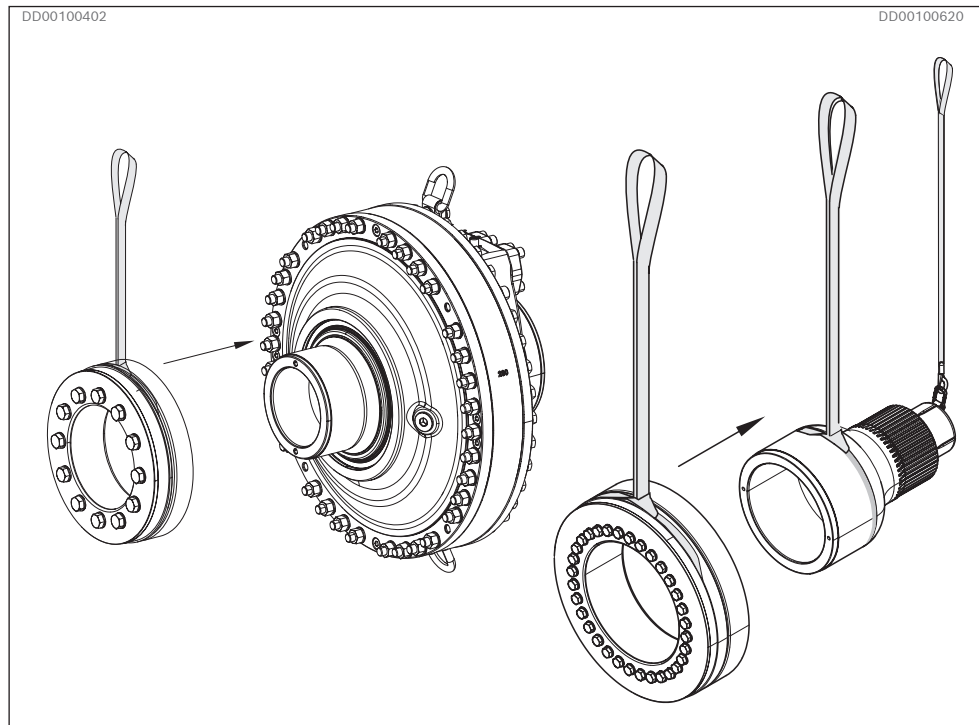
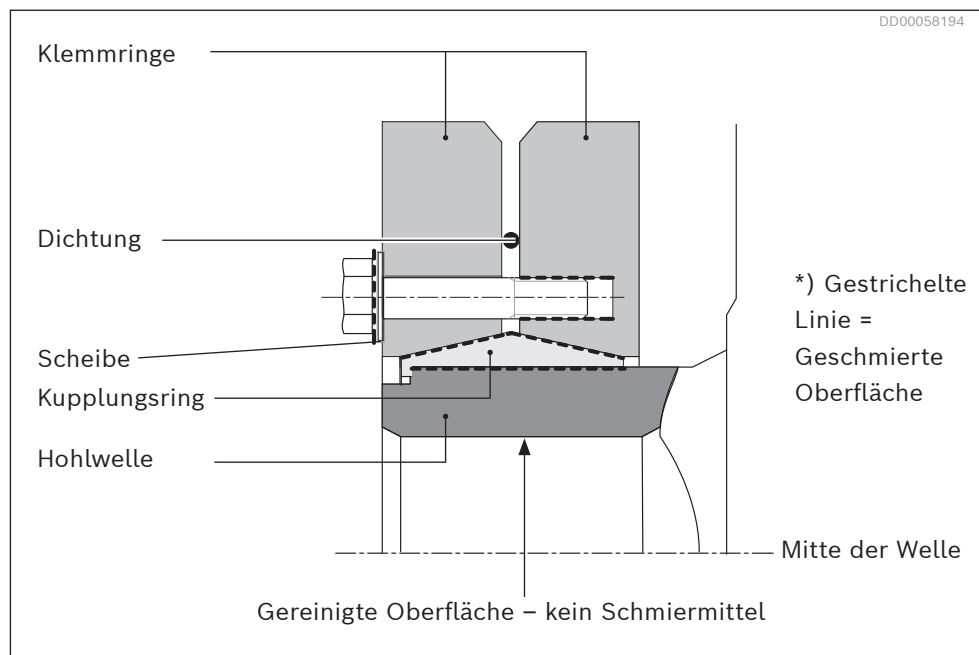

Bild 33: Montage der Schrumpfscheibe an der Adapterwelle oder am Kupplungsmotor
Bild 34: Schrumpfscheibe
- ▶ Unter keinen Umständen darf Schmiermittel auf die Oberflächen zwischen Abtriebswelle und Kupplungsmotor oder Adapterwelle gelangen (siehe *Bild 34*).
1. Die Schrumpfscheibe ist ab Werk an den konischen Flächen und Schrauben geschmiert (siehe *Bild 34*). Diese Schmiermittel müssen auf diesen Flächen bleiben.
4. Montieren Sie die Schrumpfscheibe auf der Hohlwelle. Verwenden Sie eine zugelassene Schlinge zwischen den Klemmrings (siehe *Bild 33* und *Bild 34*). Die Kupplung muss vollständig bis zur Hohlwelle nach oben geschoben werden. Für eine vereinfachte Montage entfernen Sie gegebenenfalls den Klemmring.
*) Die konische Fläche zwischen Kupplungsring und Klemmrings sowie die Schrauben müssen mit Paste „Molykote G-Rapid plus“ behandelt werden (siehe Bild 34). Dies erfolgt werksseitig.